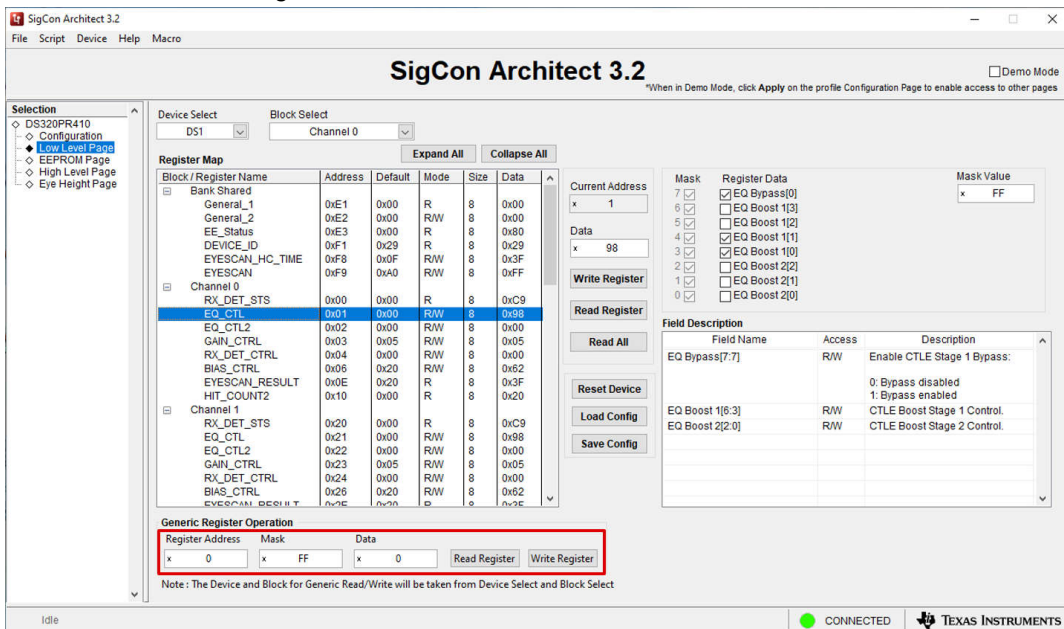

图 3-6. 底层页面：通用寄存器操作
6. 如果需要，可以通过该页面的 **Generic Register Operation** 部分使用自定义掩码对通用器件寄存器进行读取和写入。这可以在 **Low Level Page** 的底部找到，如图 3-6 所示。